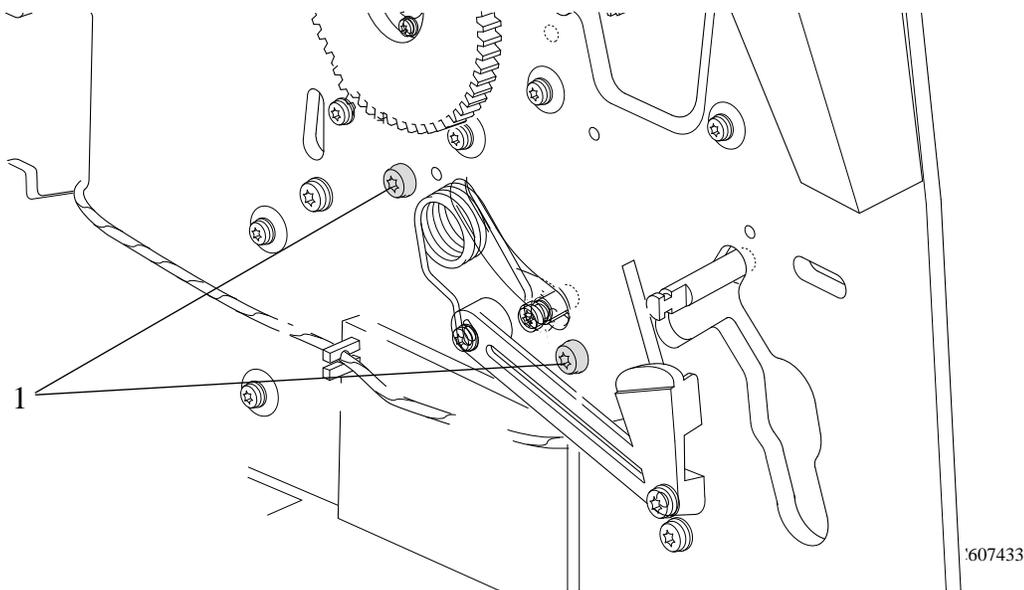
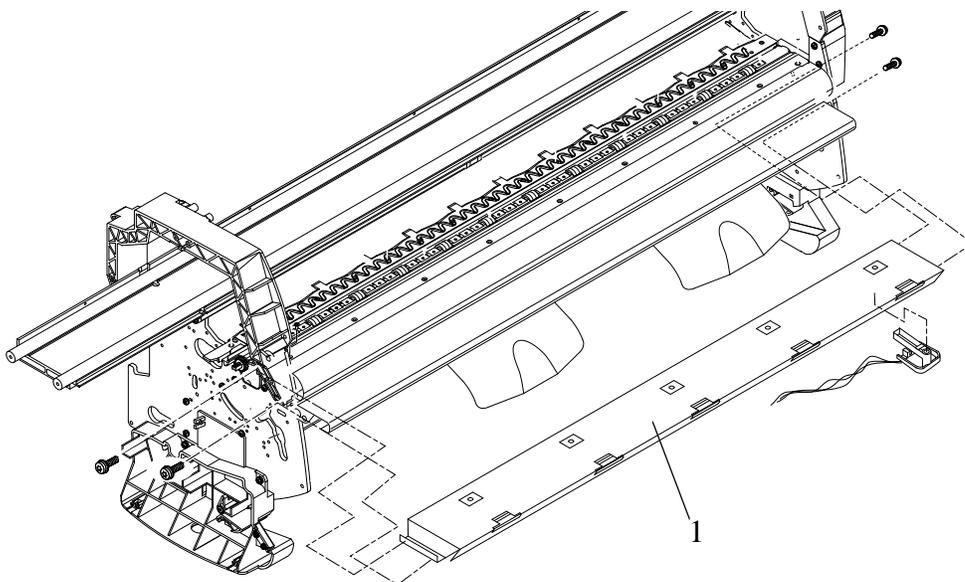

Figura 78: Parafusos do lado esquerdo da guia central
Figura 80: Guia Central
Consulte da Figura 78 à Figura 80.
3. Remova os dois parafusos T-15 da placa esquerda que prendem o lado esquerdo da guia central (consulte a Figura 78).
5. Remova a guia central (item 1) (consulte a Figura 80):